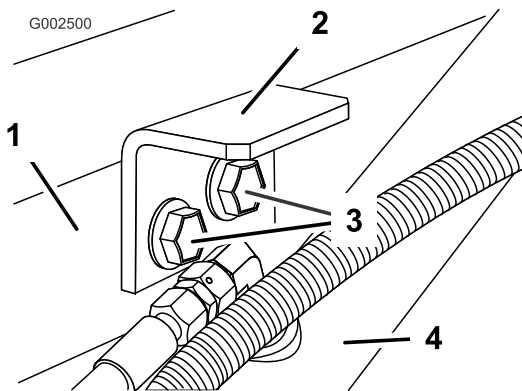

Bild 8
3. Montieren Sie die Befestigungshalterungen mit den 2 zuvor entfernten Schrauben und Bundmuttern (Bild 8).